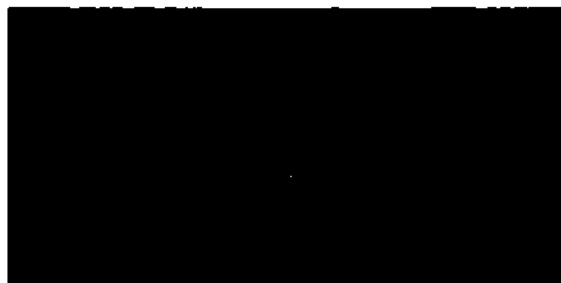

Рисунок 92. Индикатор выполнения компенсации дыхания.
2. Нажмите [Collect Respiration Data] (Собрать данные дыхания). Сбор данных занимает приблизительно 12 секунд. В течение этого времени на экран будет выводиться индикатор выполнения (см. Рисунок. 92, справа). Когда сбор данных завершен, применяется компенсация дыхания и включаются параметры Apply Respiration Compensation (Применить компенсацию дыхания) и Apply Respiration Rejection (Применить респираторный отказ).
Чтобы отменить сбор данных компенсации дыхания, выберите кнопку Cancel (Отмена) на индикаторе выполнения (см. Рисунок. 92). Если сбор данных компенсации дыхания отменяется, функции Apply Respiration Compensation (Применить компенсацию дыхания) и Apply Respiration Rejection (Применить респираторный отказ) выключаются.